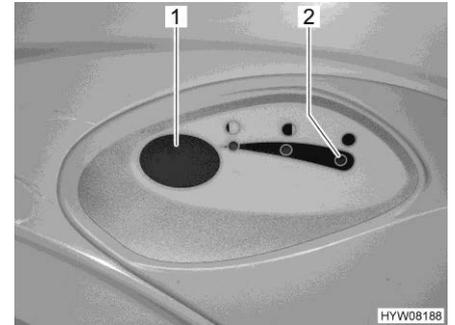

Fig. 159 Botón del inodoro/luz de control (inodoro Thetford)
- Para lavar, pulsar el botón del inodoro azul (Fig. 159,1).
La luz de control (Fig. 159,2) se enciende cuando es necesario vaciar el depósito de aguas fecales.